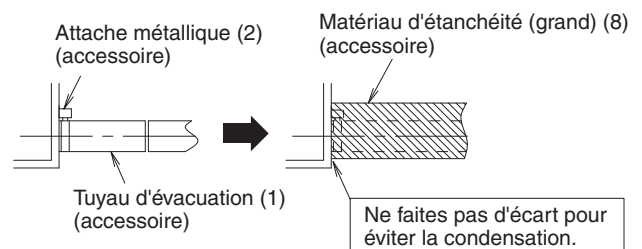
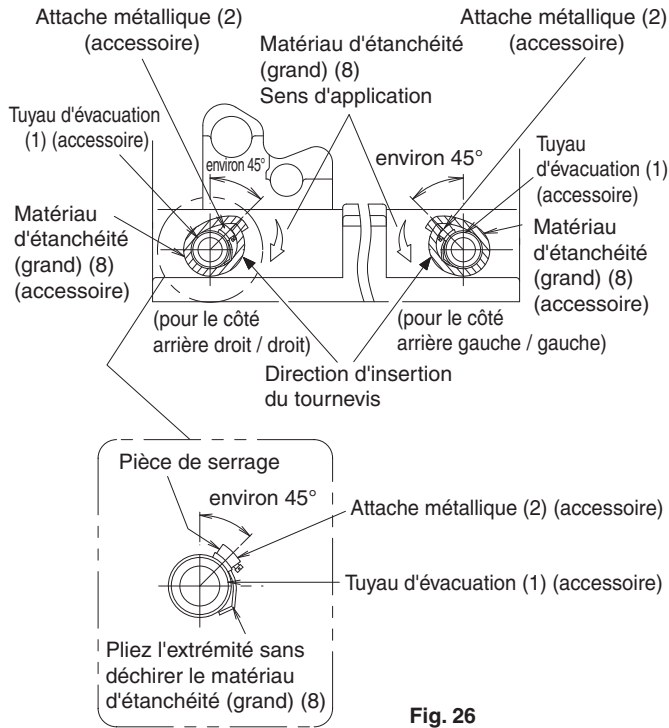

Fig. 25
Fig. 26
- Assurez-vous d'utiliser le tuyau d'évacuation fourni (1) et l'attache métallique (2). Insérez également le tuyau d'évacuation (1) dans la base du support d'évacuation, puis serrez fermement l'attache métallique (2) au niveau du support d'évacuation. (Reportez-vous à la Fig. 25 et Fig. 26)
(Installez l'attache métallique (2) de manière à ce que la pièce de serrage se trouve dans la plage d'environ 45° comme indiqué dans la Fig. 26.)
- Pliez l'extrémité de l'attache métallique (2) de manière à ce que le matériau d'étanchéité ne gonfle pas. (Reportez-vous à la Fig. 26)
- Lorsque vous effectuez l'isolation, enroulez le matériau d'étanchéité (grand) (8) joint en commençant par la base de l'attache métallique (2) et du tuyau d'évacuation (1) dans le sens de la flèche. (Reportez-vous à la Fig. 25 et Fig. 26)